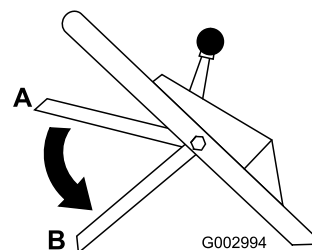

Figure 19
11. Relâchez la barre de commande (voir position B à la Figure 19). Vous devez entendre un bruit sourd. La lame doit s'arrêter dans les 3 secondes qui suivent.